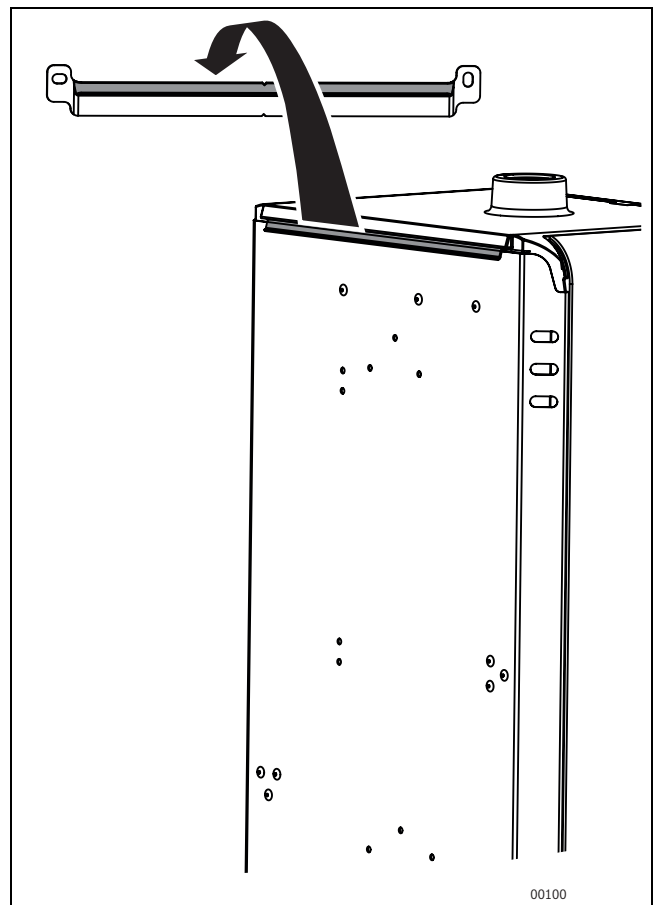

Fig. 15 Aggancio dell'unità interna
- Agganciare l'unità interna al centro della guida di aggancio (→ fig. 15).